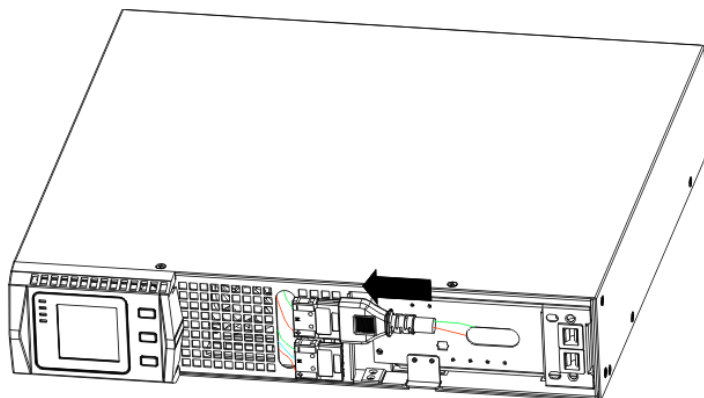

Figura 8 Collegamento batterie interne
- Collegare il connettore delle batterie interne (Figura 8)